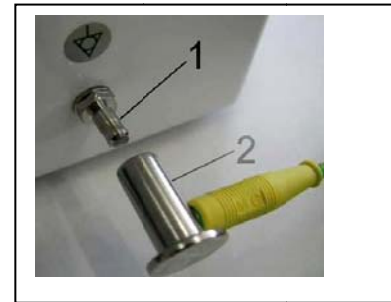

Рис. 12
- Подключите контакт (Ø 6 мм) (1) для эквипотенциального соединения к электрической сети, используя метод, указанный в действующих нормативных актах в области электротехники. Розетка для эквипотенциального соединения (2) — это дополнительная принадлежность, она не входит в базовый комплект поставки (рис. 12).